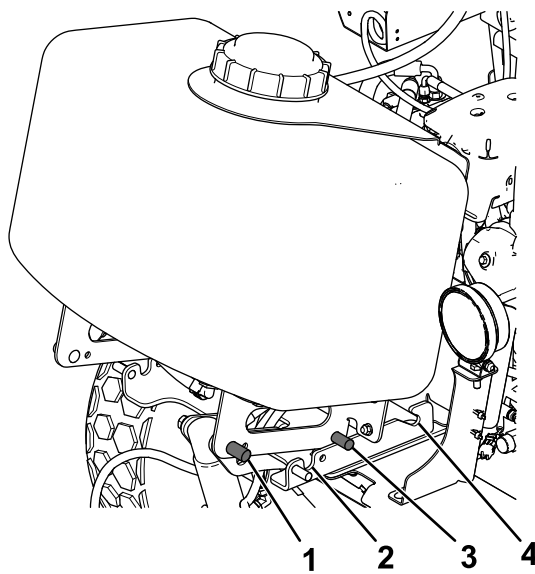

Figure 13
3. Appuyez les goupilles de montage arrière de la cuve auxiliaire sur la plaque de montage et faites glisser la cuve vers l'arrière dans les rainures (Figure 13).
4. Abaissez les goupilles de montage avant dans les rainures de la plaque de montage (Figure 13).